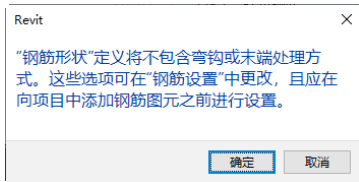
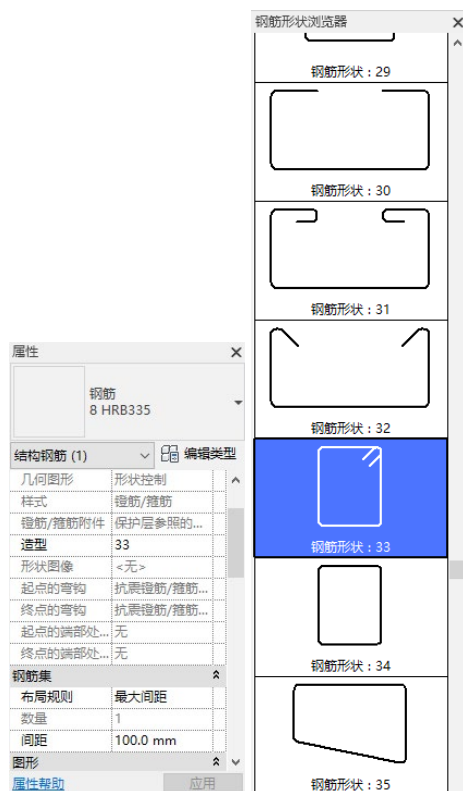

图 15-93 “Revit”提示对话框
图 15-94 选择钢筋形状
(1) 在“项目浏览器”中双击“结构平面”节点下的“首层”，将视图切换到首层结构平面视图。
(2) 单击“结构”选项卡“钢筋”面板中“钢筋”按钮, 打开如图 15-93 所示“Revit”提示对话框, 单击“确定”按钮。
(3) 打开“修改|放置钢筋”选项卡, 单击“当前工作平面”按钮和“平行于工作平面”按钮.
(4) 在“属性”选项板中选择“钢筋 8 HPB335”类型, 设置“布局规则”为“最大间距”, 输入“间距”为“100.0”, 在“造型”栏下拉列表中选择“33”或在“钢筋形状浏览器”中选择“钢筋形状: 33”, 如图 15-94 所示。